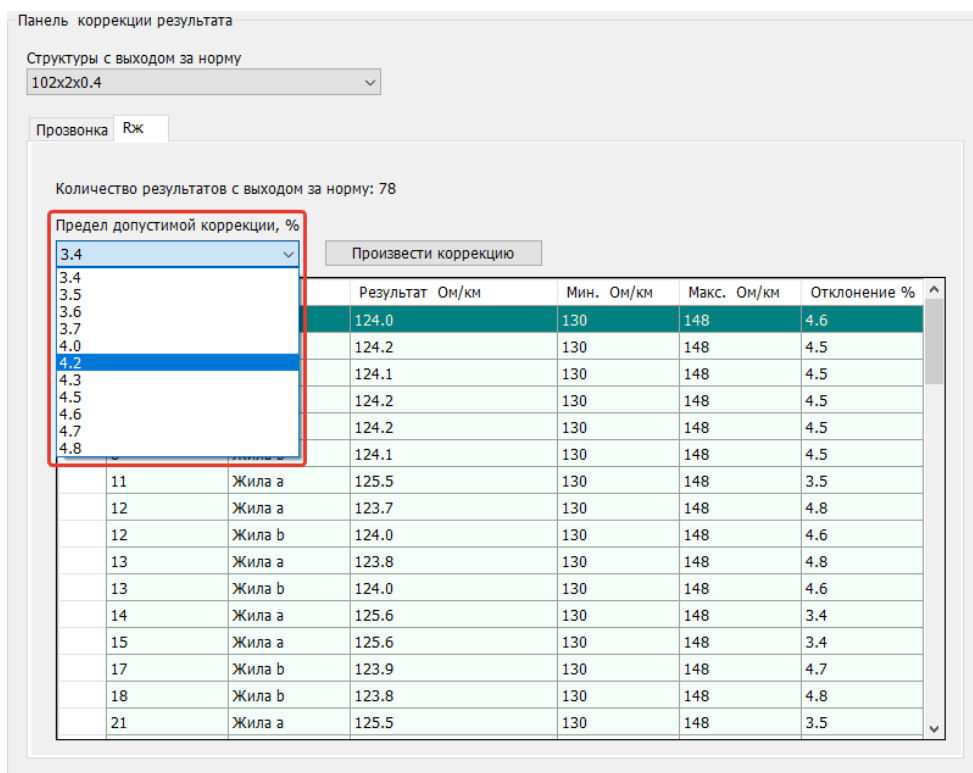

Рисунок 11: Выбор предела допустимой коррекции
- 1) Выбрать допустимый предел корректировки из выпадающего списка (рисунок 11)